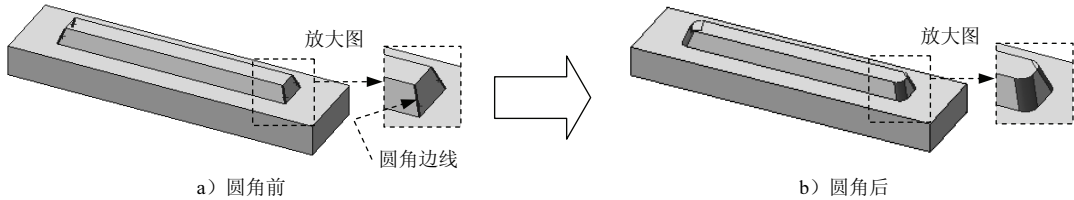

图 4.3.16 圆角特征 1
(3) 单击  按钮，完成拔模特征 1 的初步创建。
(4) 定义拔模参数。在模型树中右击 **拔模 1**，在系统弹出的快捷菜单中选择 **拔模** 命令，系统弹出“拔模”对话框，在对话框中进行如下设置：
- ① 定义拔模类型。在**拔模类型(T)**区域中选中  **中性面(E)** 单选项。
- ② 定义拔模沿面延伸。在**拔模面(F)**区域的**拔模沿面延伸(A):**下拉列表中选择**内部的面**选项。
- (5) 单击  按钮，完成拔模特征 1 的创建。
Step5. 创建图 4.3.16 所示的圆角特征 1。